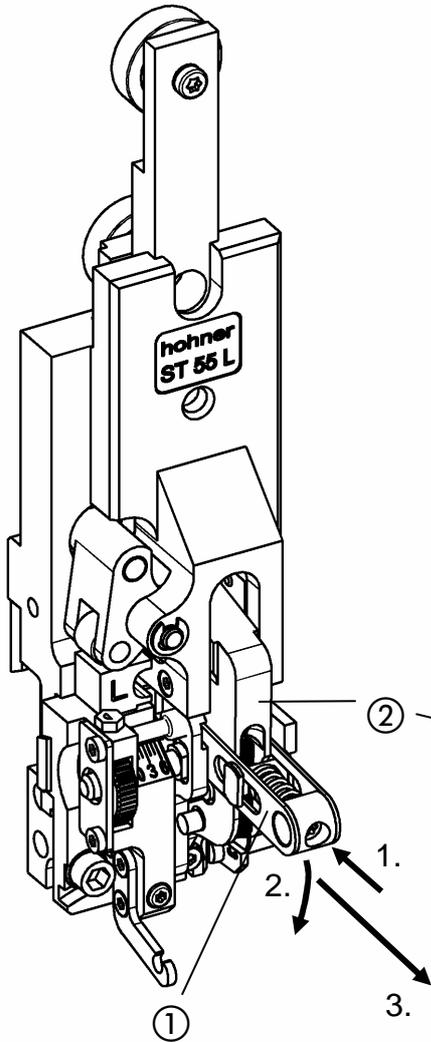
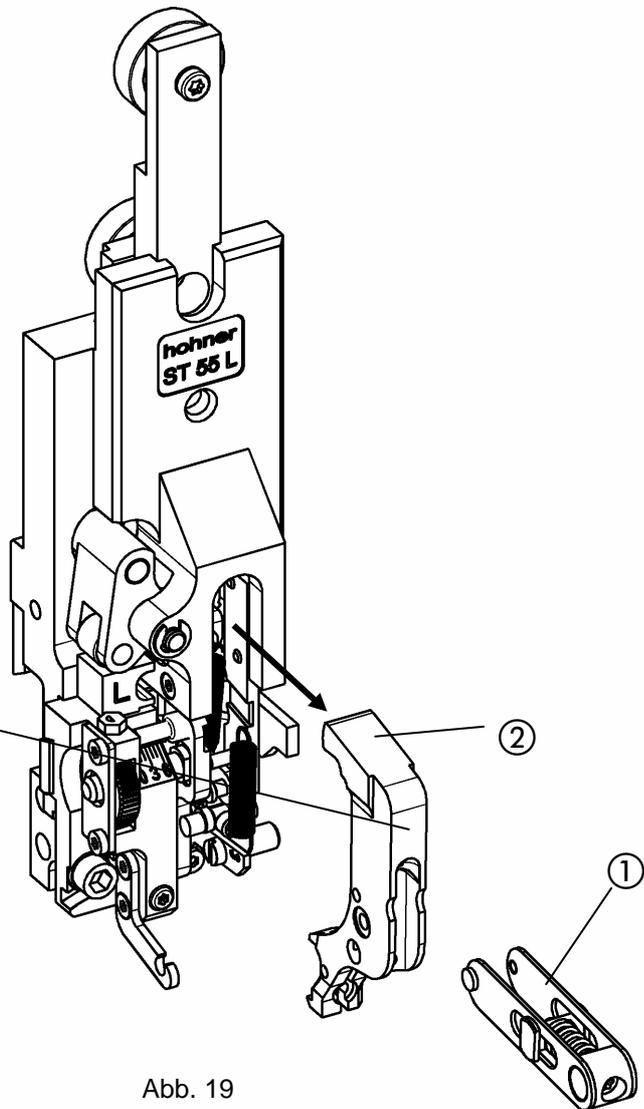

Abb. 18
Abb. 19
- Abb. 18, Abb. 19 -
- Spannbrücke ① leicht eindrücken, vorne nach unten schwenken und herausziehen.
- Former ② nach vorne herausnehmen.